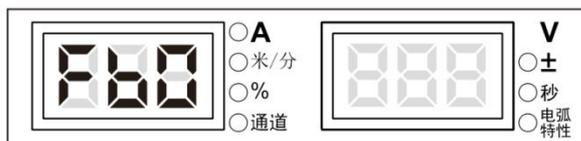

图3-40 FB0 显示界面
1. 进入内部菜单，调节焊接电源面板旋钮至 **FB0**，数码管显示如图 3-40 所示。